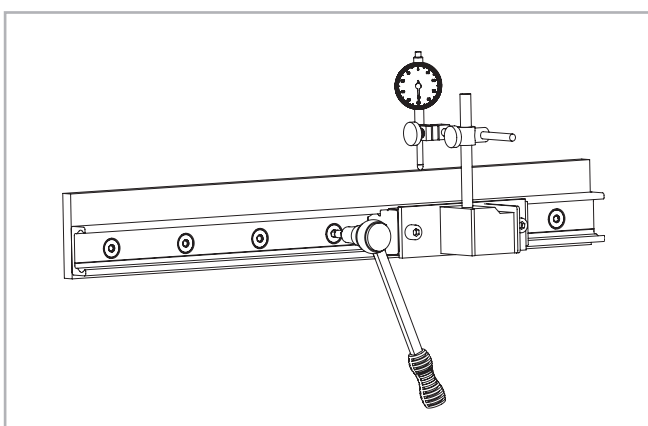

Рис. 105
(2) установить на каретку измерительный прибор, позволяющий определить расстояние между направляющей и опорной линией на несущей поверхности. Переместить каретку в среднюю часть направляющей, обнулить показания прибора. Далее, перемещая каретку по длине направляющей, выставить последнюю по положению таким образом, чтобы прибор показывал "0" по всей длине направляющей. Затем несколько раз поперемещать каретку в пределах двух промежутков между тремя наиболее близкими к середине направляющей крепёжными винтами. Убедившись, что прибор показывает "0", затянуть эти винты заданным усилием (см. Рис. 105);